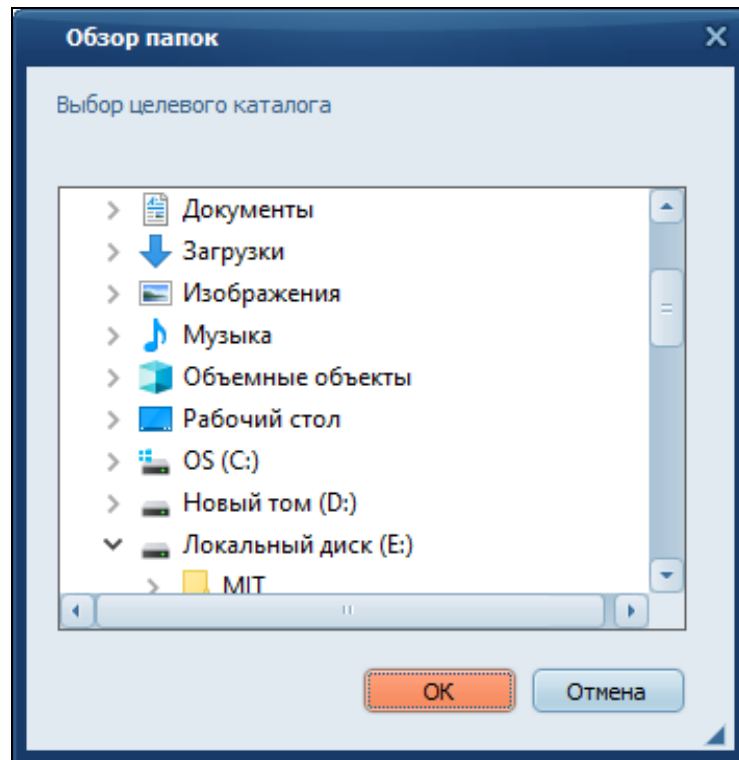

Рисунок 83 – Выбор каталога для создания носителя
3) В открывшемся окне (Рисунок 83) указать каталог файловой системы, в который необходимо переместить выбранный носитель.